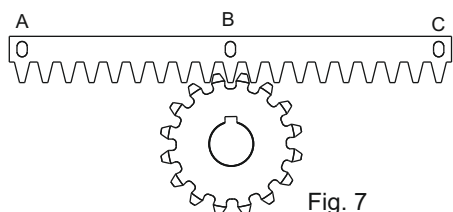
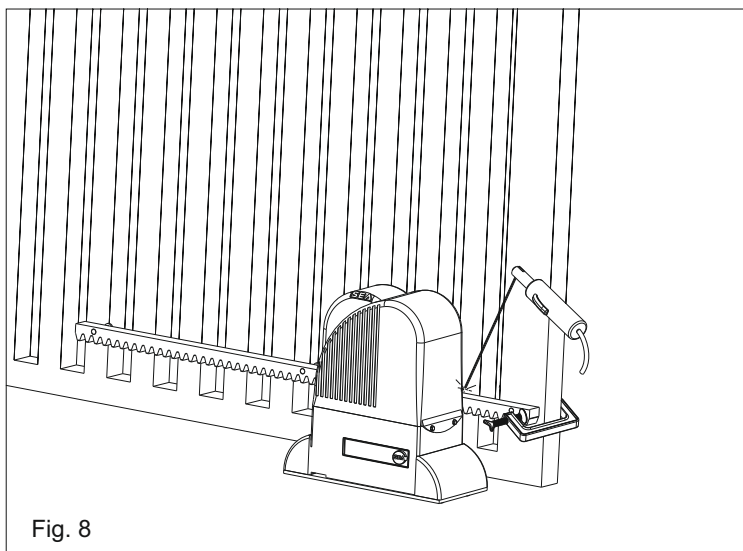

Fig. 7
Fig. 8
**5.3.** Poser l'élément de la crémaillère sur le pignon denté du motoréducteur de façon qu'il résulte parallèle à la guide du pavement du portail et le positionnant comme dans Fig. 7 pointer par soudure électrique le cliquet central "B" à la structure du portail (Fig. 8).